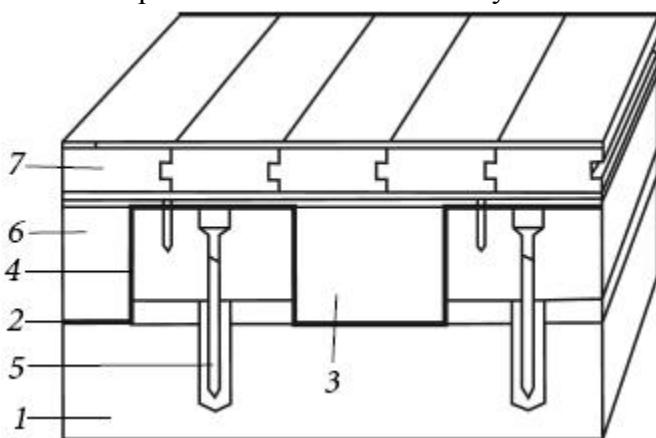

Рис. 25. Изоляция бетонного пола с
2. Укладывают слой пленочной гидроизоляции, приклеивая по краям металлизированным скотчем и стыкуя листы внахлест на 10 см или более (рис. 25).